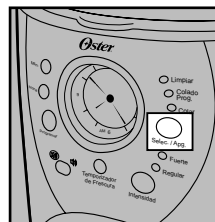

Figura 10
3. Para activar el programa de COLADO PROG. y programar la cafetera para que cuele el café más tarde, pulse dos veces el botón SELEC./APG./ (Figura 10). Se encenderá la luz amarilla de COLADO PROG.. Ahora la cafetera está lista para colar café automáticamente a la hora predeterminada. En ese momento se encenderá la luz de intensidad de colado. Puede seleccionar la intensidad deseada pulsando el botón INTENSIDAD.
Pulse el botón SELEC./APG. hasta que todas las luces se apaguen (Figura 10).